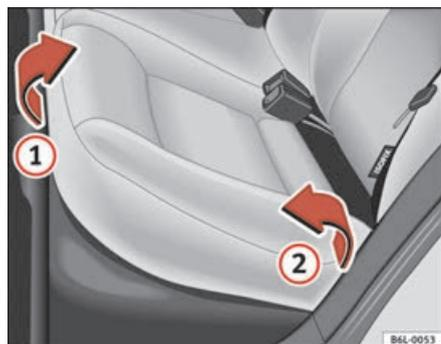
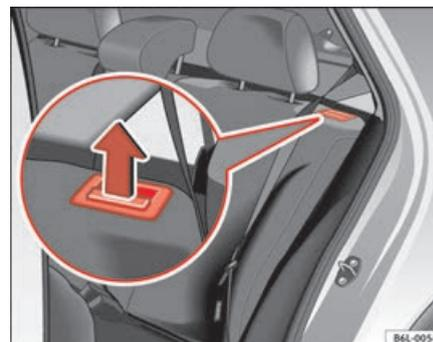

Fig. 77 Levantar o assento do banco traseiro
Fig. 78 Tecla de destrancar o encosto do banco traseiro
- Puxe a extremidade dianteira do assento ⇒ fig. 77 ① para cima na direção da seta.
- Levante o assento ② para a frente na direção da seta.
- Empurre o botão de desbloqueio ⇒ fig. 78 na direção da seta e rebata o encosto do banco para a frente.